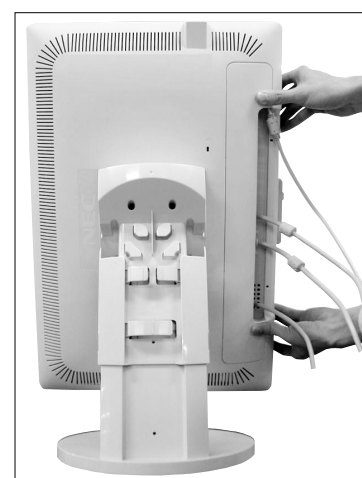

Figura C.5
7. Posizionare la copertura del connettore sull'alloggiamento posteriore (**Figura C.5**).